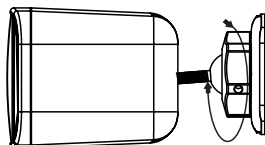

figura 4
Atornille la tuerca de bloqueo (3) hasta lograr una buena fijación. Durante este proceso, puede mover la caja acústica para obtener el ángulo de emisión deseado. Después de finalizar este proceso, puede apretar firmemente la tuerca de bloqueo. Ver figura 4.